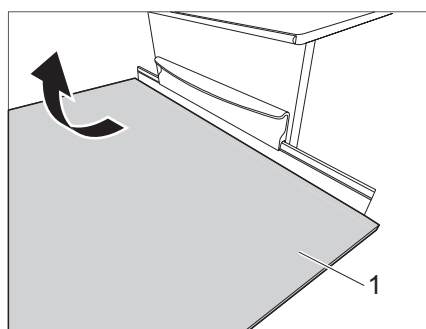

Fig. 32 Montaggio del piano del tavolo
- Ruotare il piano del tavolo (Fig. 32,1) verso l'alto e inserire la gamba di supporto (vedi capitolo 7.6.2).